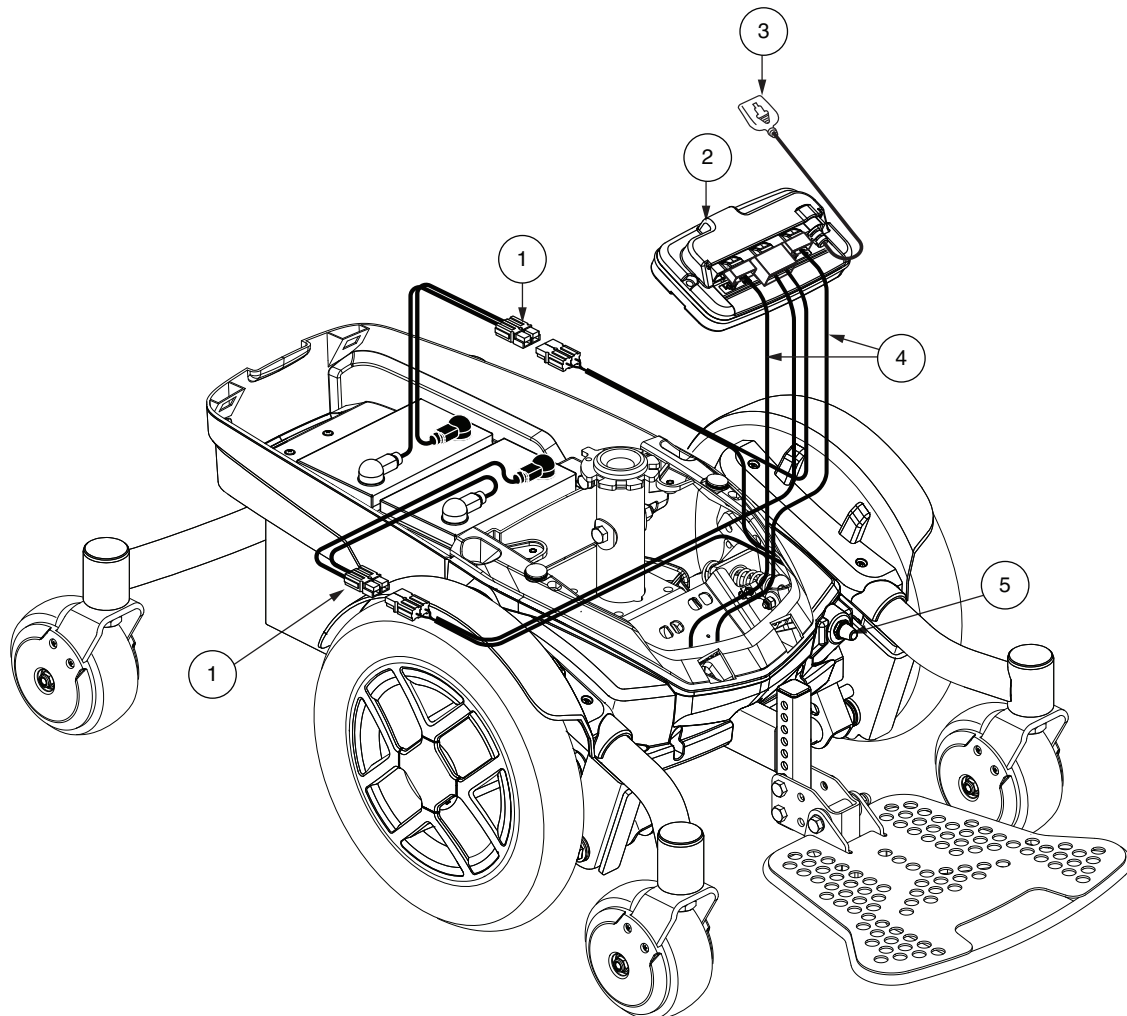

Figura 4. Jazzy EVO 613 con baterías SLA Componentes eléctricos
4. Enchufe el cable del regulador al conector de la base eléctrica. Ver figura 4 o 5.